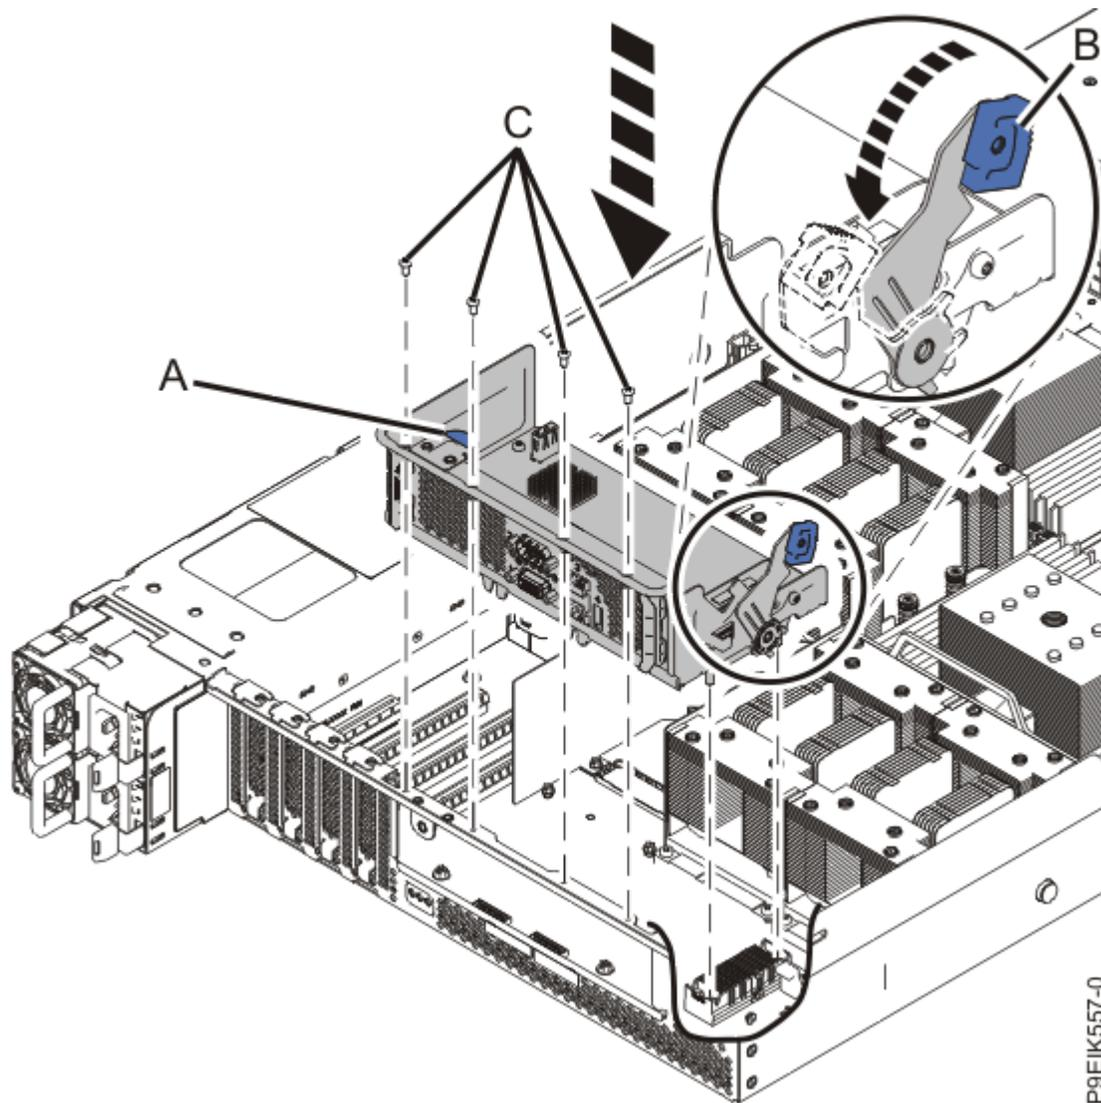

図 3. BMC カードの再取り付け
4. 青色のタブ **(A)** とハンドル **(B)** (6 ページの図 3 を参照) を使用して、BMC カードをシステム・バックプレーンのコネクタにしっかりと押し込みます。